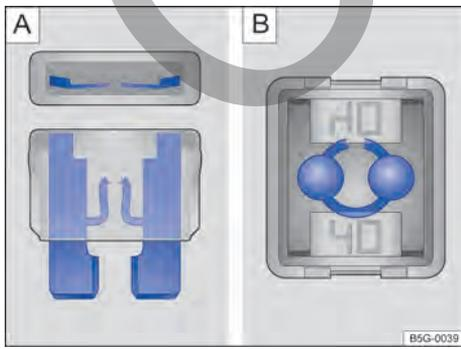

Fig. 137 Fusible fundido (representación esquemática).
- Se puede saber si un *fusible enchufable plano* (ATO[®], MINI[®]) está fundido por la tira de metal quemada visible desde arriba y desde los laterales a través de la carcasa transparente → fig. 137 A.
- Se puede saber si un *fusible de cartucho* (JCASE[®]) está fundido por la tira de metal quemada visible desde arriba a través de la carcasa transparente → fig. 137 B.